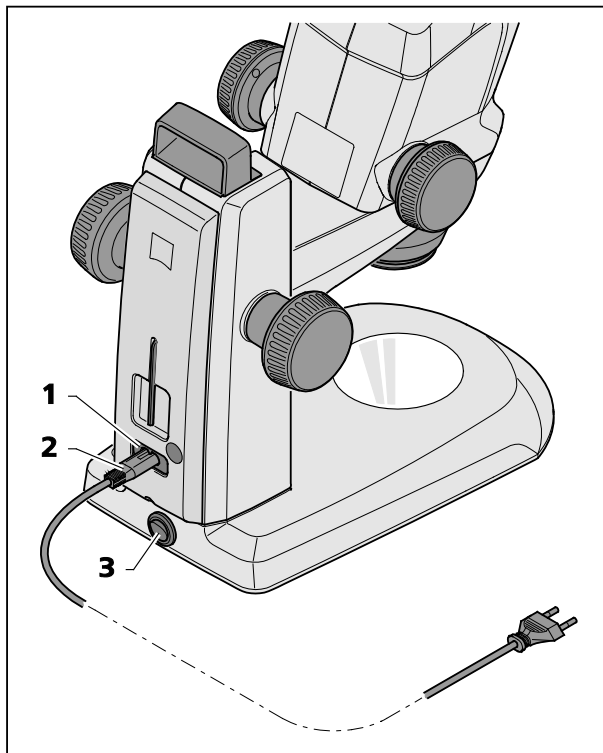

**Bild 12 Okularplatte einsetzen**
Die Okulare sind mit Brillenschutzringen aus Gummi versehen, um Kratzer auf den Brillen zu vermeiden. Diese können wahlweise durch umstülpbare Augenmuscheln (Bild 12/1) ersetzt werden.
- Dazu die Brillenschutzringe (Bild 12/2) von den Okularen abziehen und die Augenmuscheln (Bild 12/1) aufsetzen.
- Blendenteil (Bild 12/6) aus dem Okular (Bild 12/3) heraus schrauben.
- Sicherungsring (Bild 12/5) herausziehen.
- Okularplatte (Bild 12/4) einsetzen.
Die durch den zusätzlichen Glasweg bewirkte leichte Bildverlagerung wird an der Dioptrienskala dadurch berücksichtigt, dass die Nullstellung nicht durch den weißen Punkt (Bild 12/**W**), sondern durch den roten Punkt (Bild 12/**R**) angezeigt wird.